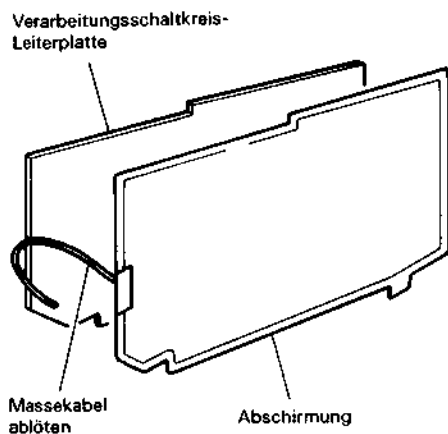

Abb. 2.21 Ausbau der Signalverarbeitungs-Leiterplatte
4. Das Massekabel ablöten (siehe Abb. 2.21).